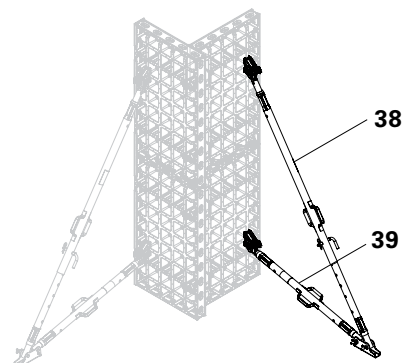

Fig. C1.07
7. Fissare i puntelli e i bracci agli attacchi. Connettere puntelli e bracci alla piastra base; fissare la piastra con la vite di ancoraggio. (Fig. C1.07)